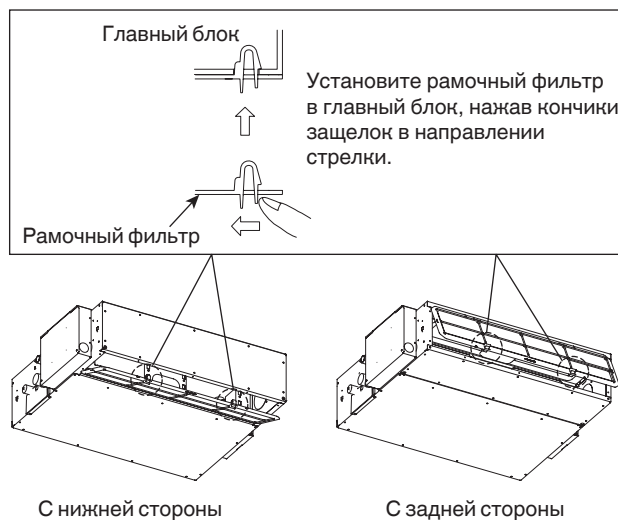

Рис. 3-6
- (3) Установите рамочный фильтр (поставляется), как показано на рисунке. (Рис. 3-6)